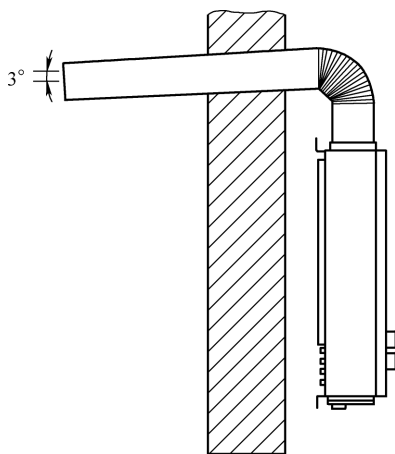

图 7-54 安装排烟管
3) 排烟道应有向外向下 3° 的斜度 (见图 7-54), 以利于冷凝水流出。